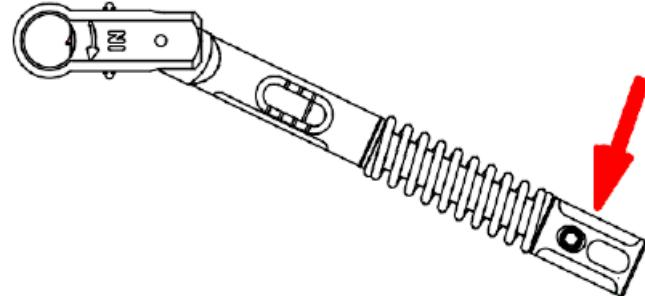

Figura 2
- Punctul de presiune pentru a elibera exactă a cuplului se află exclusiv la mânerul piulișei de reglare (a se vedea săgeata din **Figura 2**).